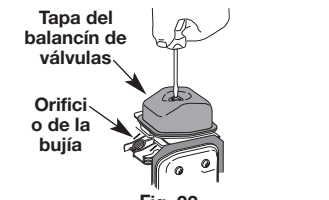

Fig. 22
4. Quite la cubierta del motor (Fig. 22).